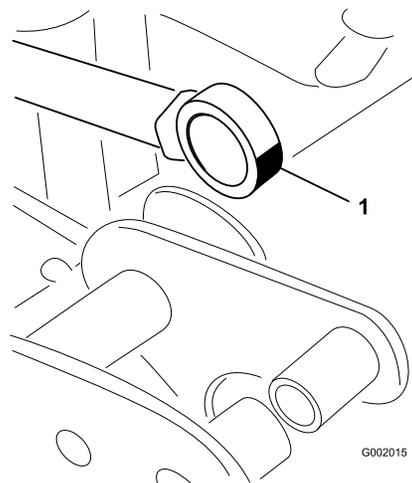

Figura 66
5. Gire la rótula y aplique grasa al cojinete (Figura 66).